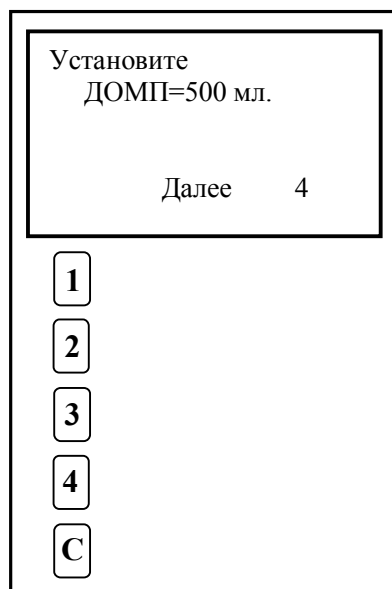

Рисунок 14
14.1 Включите блок управления, на дисплеи появиться надпись, сигнализирующая о необходимости перевести ручную заслонку в положение 500 (ДОМП 500 мл). После перевода заслонки в соответствующее положение нажмите клавишу «4» (Рис. 14).